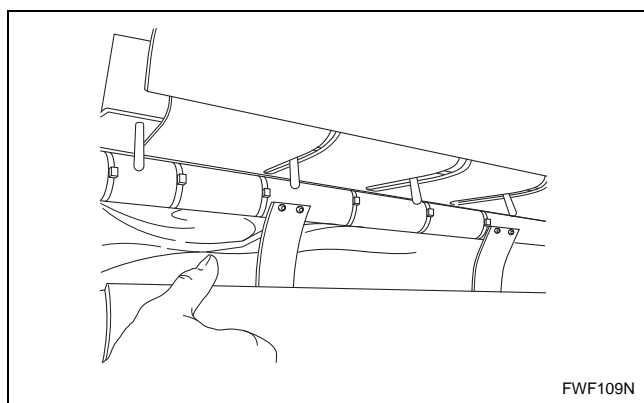

Figura 8
- a. Remova o papel de proteção da parte de baixo da mesa de alimentação. Consulte *Figura 8*.